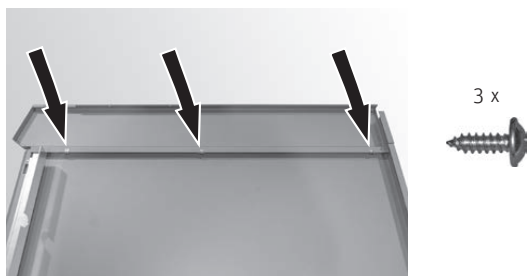

Fig. 26 Fissare la parte superiore [1]
- ▶ Staccare la prepunzonatura [1] –Fig. 26.
- ▶ Fissare la parte superiore [2] della parete laterale sinistra con le viti autofilettanti –Fig. 26.